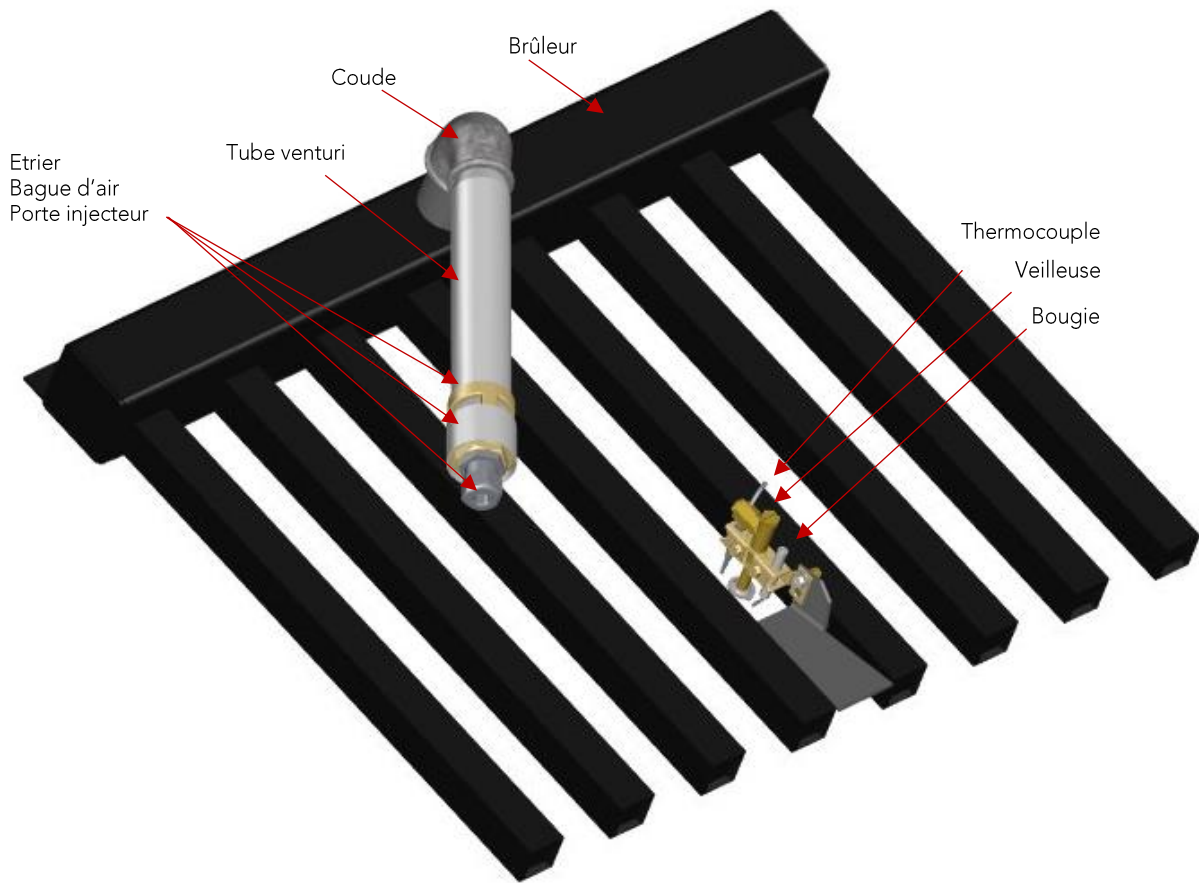

Fig1
- Fig1 brûleur avec 1 sortie venturi (Fig1 représentation du brûleur de la sauteuse 33dm²)